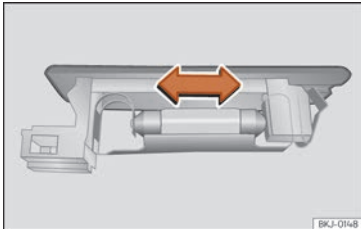

Abb. 65 Gepäckraumleuchte*
- Drücken Sie die Glühlampe zur Seite und nehmen Sie sie aus ihrer Halterung heraus »» **Abb. 65.**